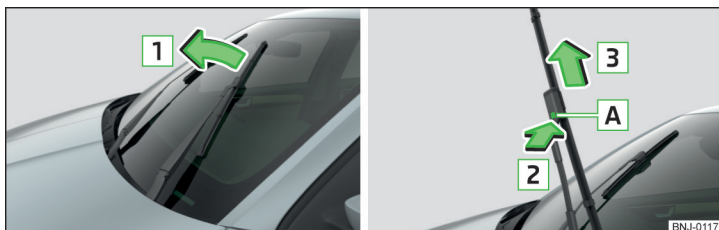

Fig. 197 Lamela ștergătorului de parbriz
- > Ridicați brațul de ștergător de parbriz de pe parbriz, în sensul săgeții » fig. 197.